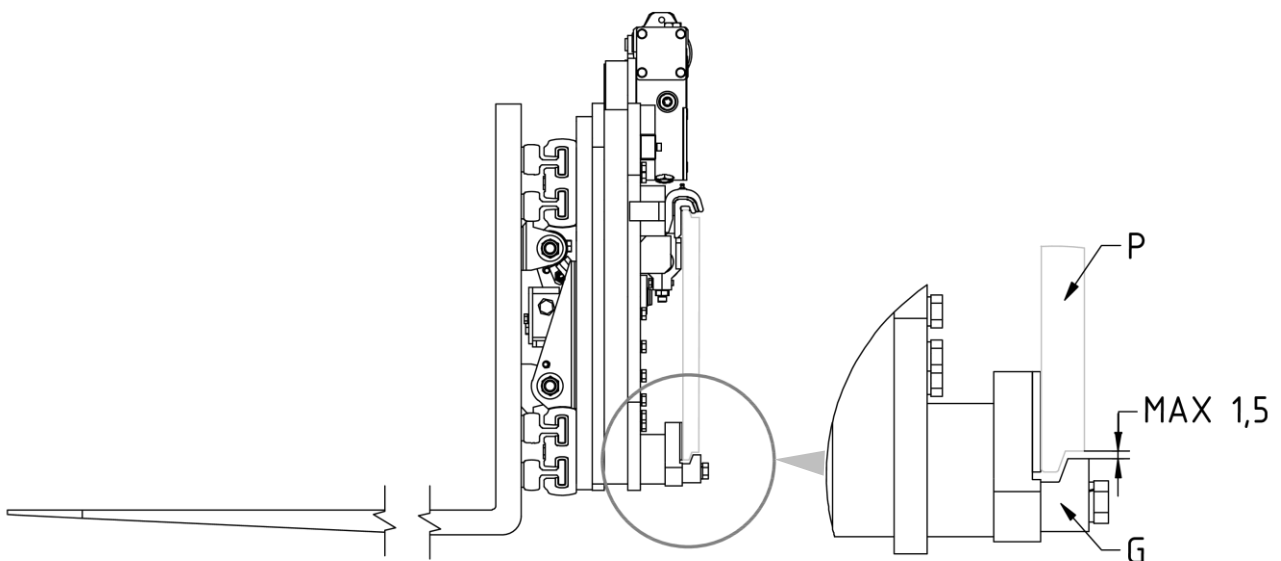

Figure 9
8. Revisser les 2 crochets inférieurs **G** de manière à ce que le corps de ces derniers reste accroché aussi en bas du tablier porte-fourches **P** (avec un jeu max. de 1,5 mm, voir détail *Figure 9*), en serrant avec le couple de serrage indiqué dans le *Tableau 4*.